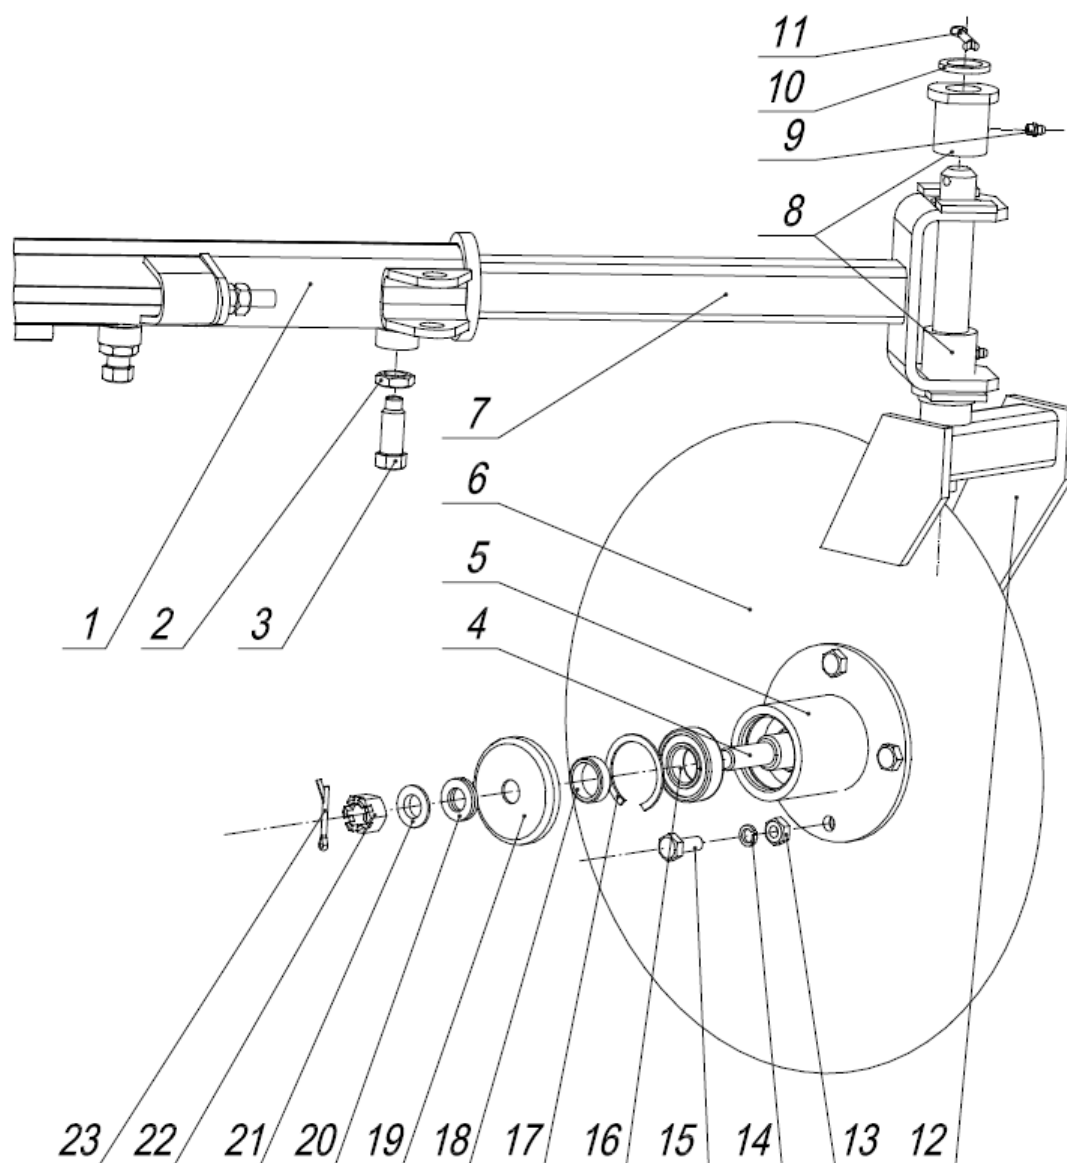

Рис.8 Следообразователь СП16К 08.050 (СП16К 08.050-01).
2.8 Следообразователь (левый и правый) (рис.8) постоянно опирается на почву и телескопически соединяется с маркерной штангой 1, имеет вилку 12 со следообразующим маркерным диском 6.